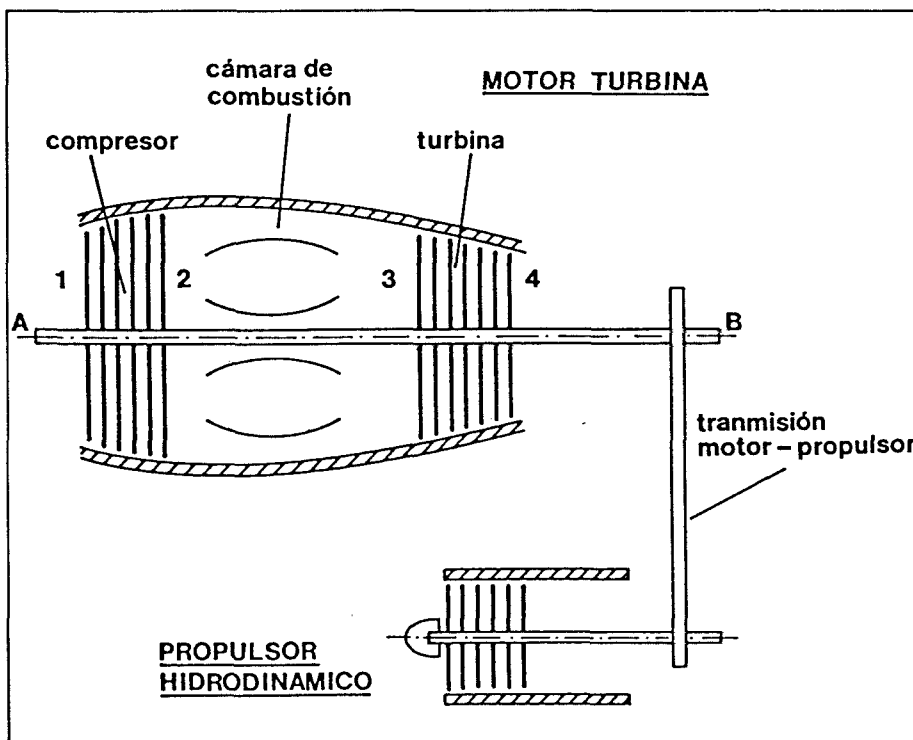

FIGURA 2.- Sección esquematizada de un Motor Turbina, y su conexión a un propulsor hidrodinámico.
Vamos a pasar ahora a ver cómo funciona este tipo de motor. La Figura 2 representa una sección transversal esquematizada del mismo. El aire entra por el punto (1) a presión y temperatura ambiente, y es comprimido por un compresor; entre los puntos (2) y (3) el aire comprimido se calienta quemando combustible en la cámara de combustión, ésta es una transformación termodinámica casi a presión constante, luego en (3) tenemos aire con una gran energía (presión y temperatura muy altas). Esta gran energía se utiliza para mover la turbina entre los puntos (3) y (4), la cual está conectada al eje A-B. Ese eje es el mismo que mueve el compresor, y también está conectado por medio de engranajes hasta el sistema del propulsión del Jet Foil. Así pues, toda la energía que el aire tenía en (3) se utiliza para mover el compresor del motor, la planta propulsora y una parte pequeña se pierde en el escape del aire (4).